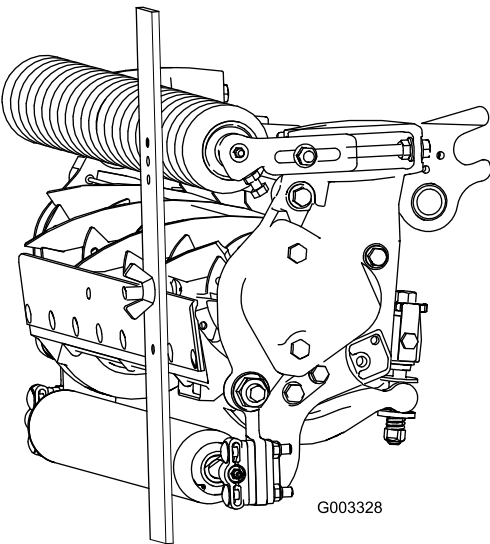

Figura 25
3. Enganche la cabeza del tornillo sobre el filo de la contracuchilla y apoye el extremo trasero de la barra sobre el rodillo trasero (Figura 25).
4. Gire el tornillo de ajuste hasta que el rodillo delantero entre en contacto con la barra de ajuste (Figura 25). Ajuste ambos extremos del rodillo hasta que el rodillo esté paralelo a la contracuchilla en toda su longitud.